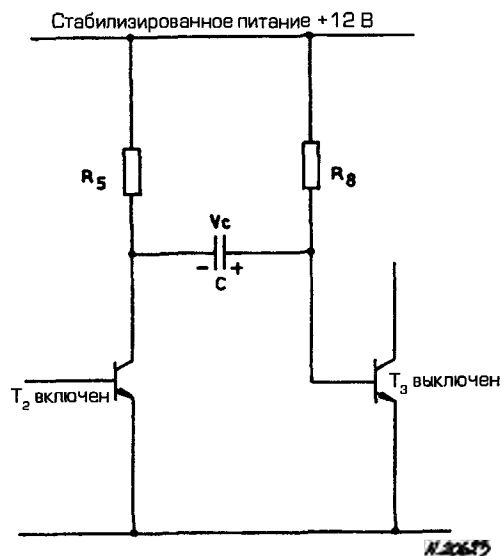

Рис. 6.77. Работа схемы управления периодом включенного состояния - T_2 включается
- б) Включается T_2 - начало искры. Положительно заряженная обкладка конденсатора C через включенный транзистор T_2 соединяется с массой и начинает разряжаться (см. рис. 6.77). Если пренебречь небольшим падением напряжения на T_2 , то видно, что напряжение на обкладке конденсатора, подключенной к базе T_3 , имеет такую полярность, которая запирает T_3 , благодаря чему начинается разряд на свече.